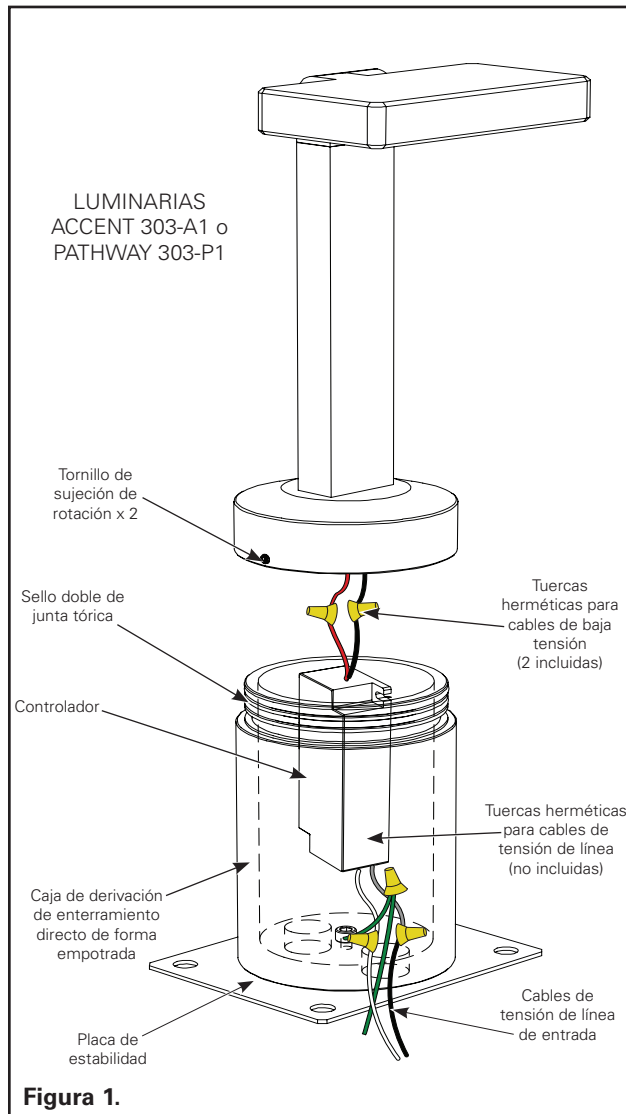

Figura 1.
1. Desembale las luminarias EON Accent o Pathway y asegúrese de que todas las piezas incluidas estén presentes. Los conectores herméticos para cables, la llave allen de 9/64" y la llave allen de 5/64" son necesarios pero no vienen incluidos. Ver Figura 1.
1. Con la Figura 1 como referencia, extraiga la luminaria de la caja de derivación de enterramiento directo extrayendo los dos tornillos de sujeción de rotación. **NO PIERDA NI COLOQUE EN OTRO LUGAR LOS TORNILLOS DE SUJECIÓN.**
6. Rellene con gravilla el espacio restante entre la caja de derivación y la pared del hoyo. La luminaria debe instalarse a una profundidad mínima de 3" (7,6 cm) en gravilla o en una base de drenaje equivalente. Ver Figura 1